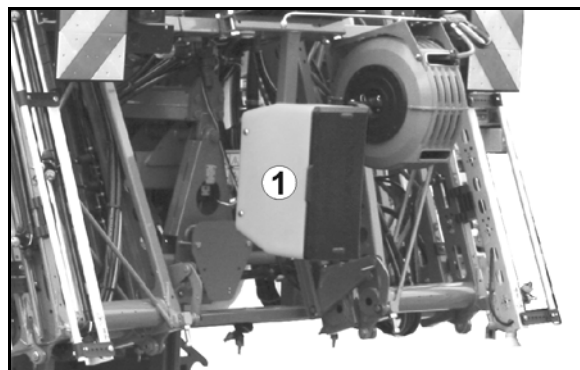

Рис. 59
- Закрепите пружинные фиксаторы фиксирующей лентой (Рис. 58; Рис. 59/3) на агрегате (Рис. 58/5; Рис. 59/5).
Неподвижные колеса сзади (Рис. 59/1)
- o установите и застопорите пружинными фиксаторами (Рис. 58; Рис. 59/2) или
При неиспользовании колес закрепите пружинные фиксаторы в положении стоянки (Рис. 58/4; Рис. 59/4).
При монтаже неподвижного колеса обратите внимание на то, чтобы палец (Рис. 59/6) вошел в отверстие рамы и, тем самым, удерживал колесо в продольном направлении.